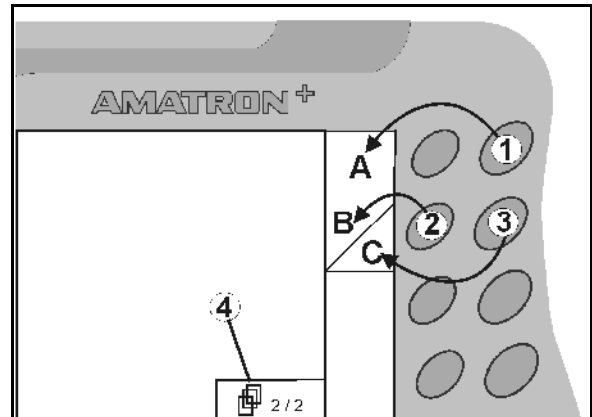

Fig. 8
- Om bara kvadratiske rutor visas på skärmen är enbart den högra knappen (Fig. 8/1) kopplad till funktionsrutan (Fig. 8/A).
- är den vänstra knappen (Fig. 8/2) kopplad till funktionsrutan uppe till vänster (Fig. 8/B).
- är den högra knappen (Fig. 8/3) kopplad till funktionsrutan nere till höger (Fig. 8/C).
• Bläddra i ytterligare menyer, bara möjligt om symbolen (Fig. 8/4) visas på skärmen